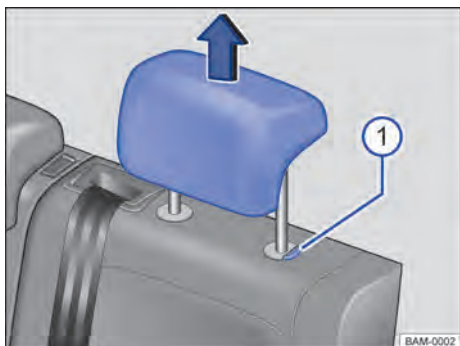

Fig. 68 Apoios para cabeça traseiros: desinstalar.
- Retirar o apoio para cabeça com o botão → Fig. 68 pressionado.
- Empurrar o apoio para cabeça para baixo com o botão → Fig. 68 pressionado.